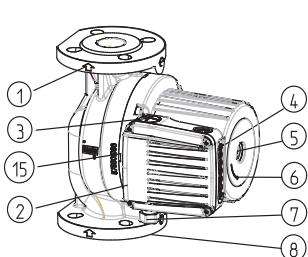
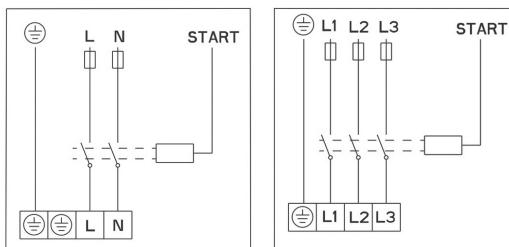

fig. 2
fig. 4
- la direzione del flusso dell'acqua attraverso la pompa deve coincidere con la direzione della freccia sul telaio della pompa (fig. 2-POS.1).
- le flange di montaggio sono PN 6/10 (fig. 2 – POS. 8)
- GHN (basic auto), GHNM (basic, auto) – le pompe dispongono di un telaio idraulico semplice (fig. 2 – POS. 8)
Il conduttore di allacciamento viene collegato tramite il raccordo M20 (fig. 2 - POS. 7).
Il collegamento elettrico va effettuato secondo lo schema di collegamento (fig. 4) riportato sulla parte inferiore del coperchio del motore. Prima di eseguire il collegamento bisogna svitare il coperchio superiore (fig. 2 - POS. 2)
Ogni pompa è capace di coprire l'area di tre caratteristiche idrauliche. Ciò viene reso possibile grazie al montaggio di un elettromotore dotato di tre differenti velocità. Per ottenere le caratteristiche prescelte ovvero le velocità, ① ② ③ la pompa dispone di un tasto da premere ⌂ (fig. 2-POS.4) con il quale si commutano le velocità.
Spegnere la pompa, chiudere le valvole sulla parte di pressione e di aspirazione della pompa, svitare la vite di sfiato con il cacciavite (fig. 2-POS.5) che va immesso nell'intaccatura sull'albero. Questo va girato fino a che non svanisce la forza di attrito. Stringere quindi la vite di sfiato.